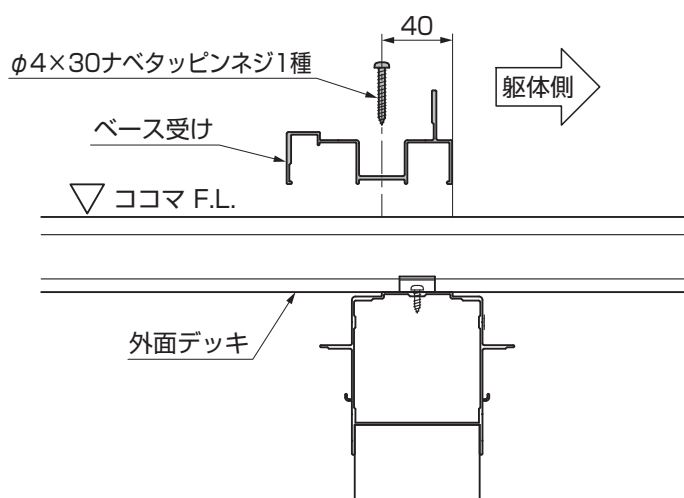

図2-2
- ①ベース受けを外面デッキに、「φ4×30ナベタッピンネジ1種」で取付けてください。(図2-2参照)